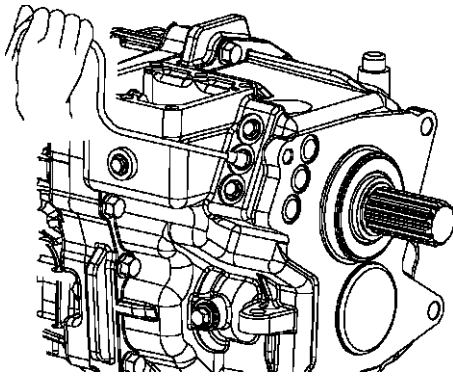

Рис. 6.6. Снятие плунжеров и пружин фиксатора
6. Отверните фланцевые болты и при помощи магнита выньте пружины и плунжеры (рис. 6.6).